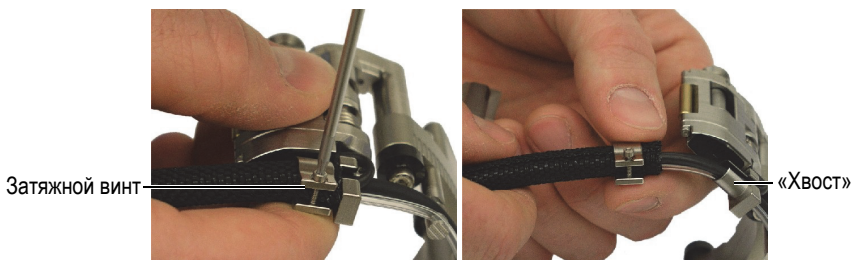

Рис. 2-1 Снятие зажимного кольца
- a) С помощью отвертки Т6 Torx открутите затяжной винт, отодвиньте от хвоста зажимное кольцо и оплетку (см. Рис. 2-1 на стр. 34).